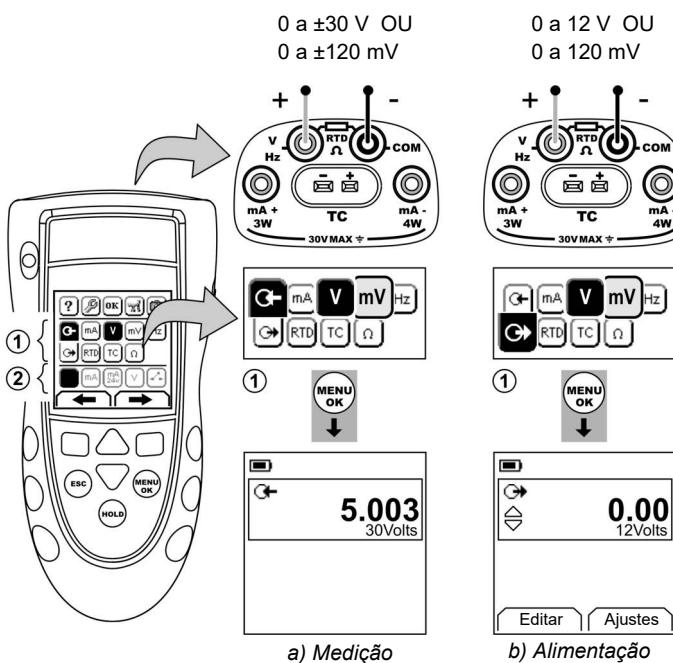

Figura 4: Exemplo de configuração: para medir/alimentar em Volts ou mV (área ①)
1. Conecte o instrumento (Figura 4/5) e, se necessário, ajuste a **Configuração** (Tabela 1).